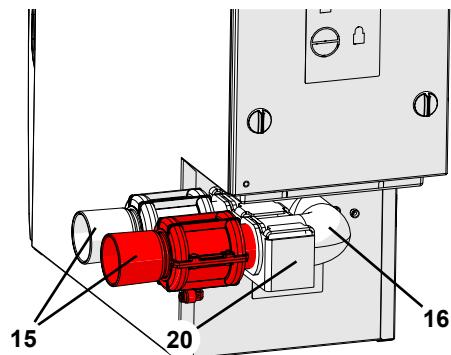

图 3
吸尘软管通过启动夹管阀（15, 图3）控制开、关。
- ⇒ 将夹管阀 (15, 图 3) 从吸尘管 (16, 图 3) 中拉出。
- ⇒ 拧松花纹螺帽 (19)。
- ⇒ 旋转螺丝以松开吸尘管和吸尘管支架, 然后在背面把它从连接部件处移开。旋转螺丝以松开吸尘管 (16) 和吸尘管支架 (20), 然后在背面把它从连接部件处移开 (A)。
- ⇒ 把吸尘管从支架里撬出 (B), 翻转180度 (C) 重新把它放回到支架上的新位置里 (D)。
- ⇒ 把吸尘管插入到吸尘器的连接件上, 把支架挂在 (E) 支架螺丝 (26) 上。
- ⇒ 用滚花头螺丝 (19) 把支架安装固定好。